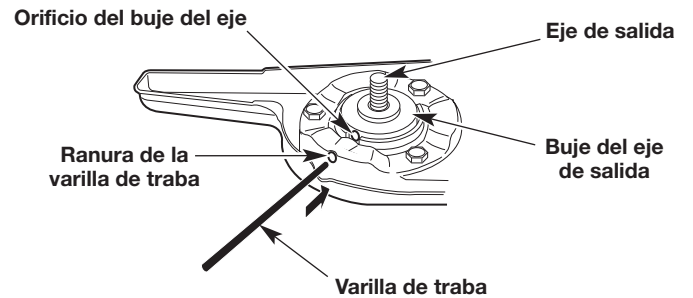

Fig. 21
1. Alinee el orificio del buje del eje con la ranura de la varilla de traba (Fig. 21). Inserte la varilla de traba en la ranura de la varilla y el orificio del buje del eje (Fig. 21).
2. Alinee el orificio del buje del eje con la ranura de la varilla de traba (Fig. 21). Inserte la varilla de traba en la ranura de la varilla y el orificio del buje del eje (Fig. 21).